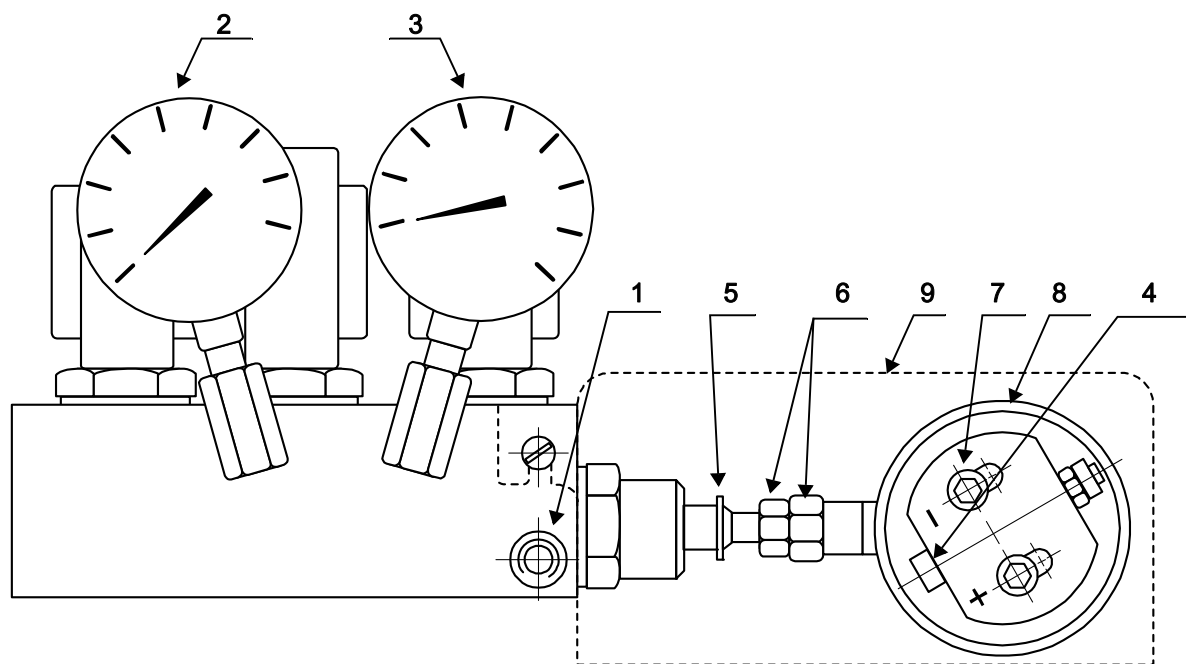

图 3
改变回油管路的压力 (压力表 3 图 3) 可以改变喷嘴流量。
- 用手缓慢转动凸轮, 凸轮钢带 1) 图 5 与偏心环 8) 图 3 紧密连接, 通过压力表 3) 图 3 检查压力变化。
回油管路最佳压力调节可通过改变偏心环 8) 图 3 的调节螺母和锁紧螺母 6) 图 3 来进行。
燃烧头的行程与偏心环 (8) 图 3 和可凸轮钢带 (1) 图 5 的变化相对应。燃烧头的位置可在刻度杆 (2) 图 4 上查看。